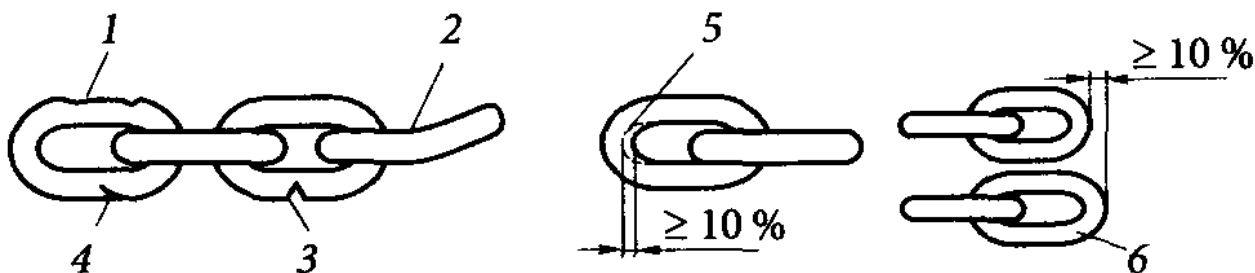

Рис. 3.20. Признаки браковки цепных стропов:
- наличие трещин *4*, надрывов *3* (рис. 3.20), расслоения металла в звеньях цепи;